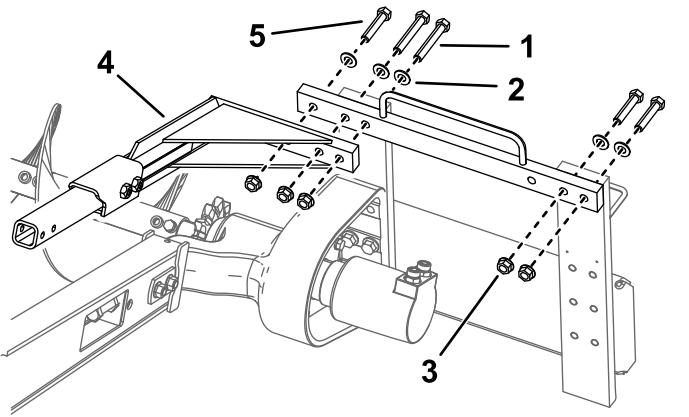

Figura 10
1. Parafuso (6)
8. Remova os dois parafusos ($\frac{5}{8}$ x 3 pol.), duas anilhas e duas porcas que prendem o lado direito da estrutura superior e mova-os para os furos correspondentes à esquerda (Figura 10).
9. Instale o conjunto de segurança sobre a corrente do abre-valas utilizando os três parafusos, anilhas e porcas flangeadas removidas previamente (Figura 10).